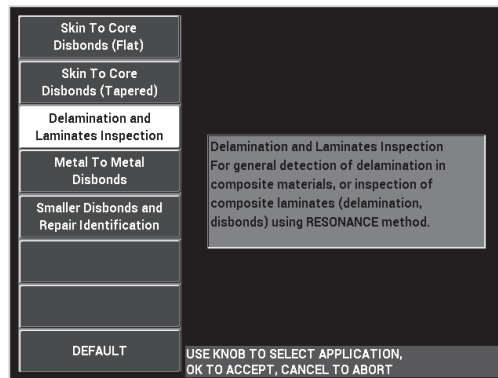

Figura 6-46 L'applicazione Ispezione di laminati e delaminazione
3. Selezionare l'applicazione **Ispezione di laminati e delaminazioni** ed in seguito premere  per confermare (vedere Figura 6-46 a pagina 171).